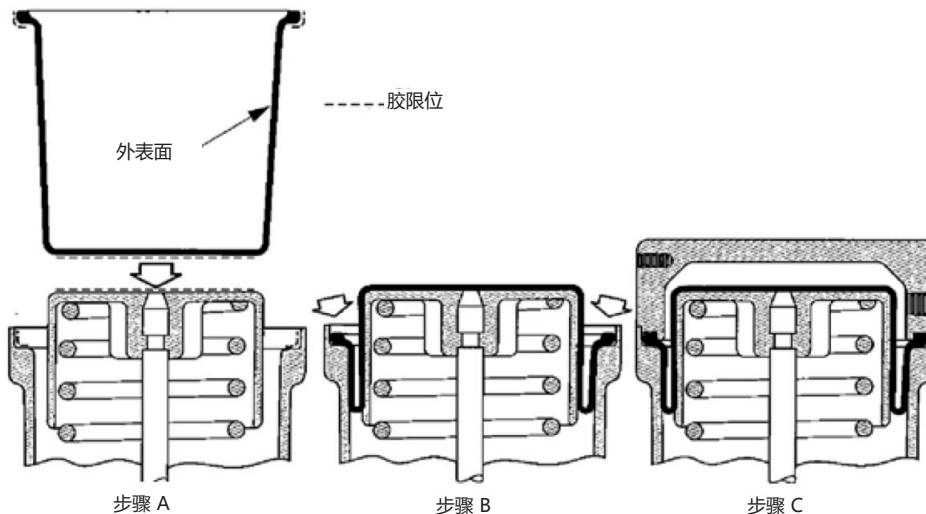

图 7 - 方法 2
- K-2. 在膜片外壳尖端 (42) 和弹簧筒之间夹紧膜片 (40) 滚珠 (图 7 - 方法 2, 步骤 C)。